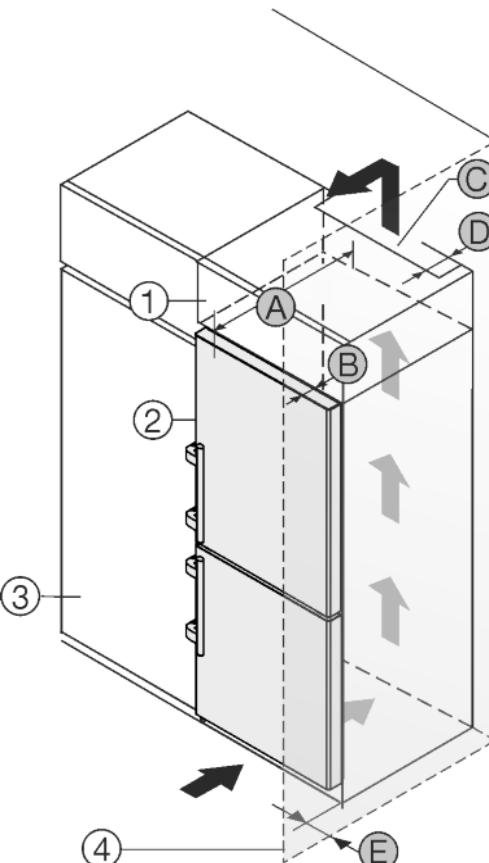

Fig. 12
Пристрій можна комбінувати з кухонними шафами. Для того, щоб пристрій Fig. 12 (2) вирівняти по висоті кухонної секції, на пристрій можна встановити антресольну секцію Fig. 12 (1).
Пристрій можна встановлювати безпосередньо поряд з кухонною шафою Fig. 12 (3). Для повного відкриття дверей пристрій повинен виступати на глибину Fig. 12 (B) відносно передньої панелі кухонної шафи. Залежно від глибини кухонних шаф та використання пристінних розпірок пристрій можна встановити так, щоб він виступав вперед.
- Під стелею приміщення слід дотримуватися поперечного перерізу вентиляційного відведення повітря Fig. 12 (C).
Якщо пристрій з шарнірами встановлюється поряд зі стінкою Fig. 12 (4), то між пристроєм та стінкою слід додержуватися відстані Fig. 12 (E). Це відповідає виступу ручки при відкритих дверцях.